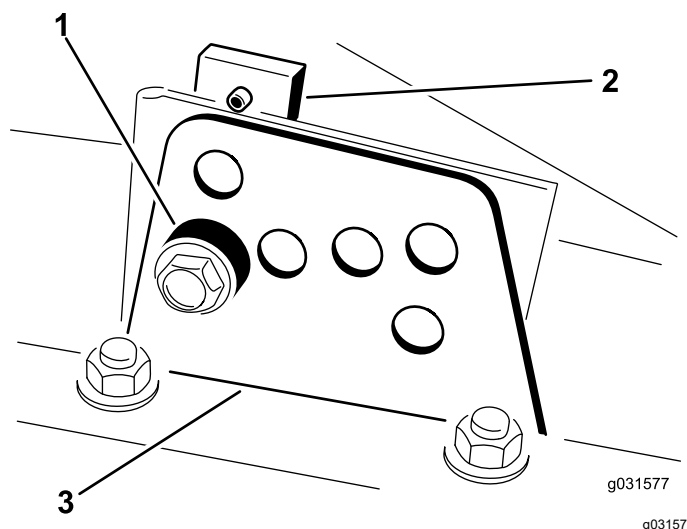

Figure 18
2. Desserrez le boulon qui fixe le support de hauteur de coupe à la plaque de hauteur de coupe (à l'avant et de chaque côté), comme montré à la Figure 18.
4. Tout en soutenant la chambre, déposez l'entretoise (Figure 18).